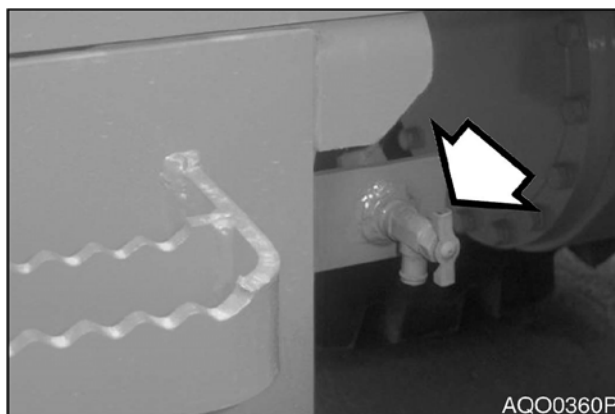

Рис. 69
2. Поставить под радиатор емкость и открыть сливной кран (рис. 69).